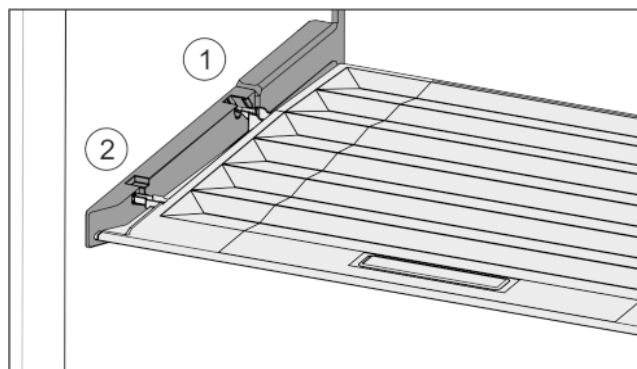

Fig. 30
- Inserire le nervature del coperchio attraverso l'apertura del supporto posteriore Fig. 30 (1) e innestare anteriormente nel supporto Fig. 30 (2).